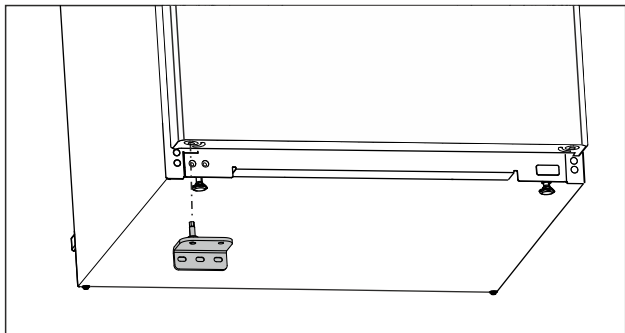

Fig. 24
- ▶ Pange alumine laagripukk vastasküljel sisse. (vt. Fig. 24)